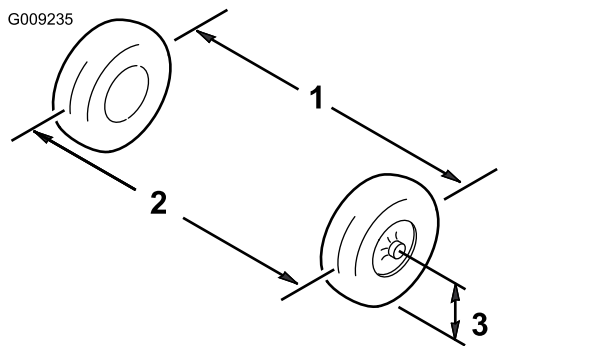

Рисунок 59
3. Измерьте расстояние между обеими передними шинами на уровне моста, с передней и задней стороны передних шин (Рисунок 59).